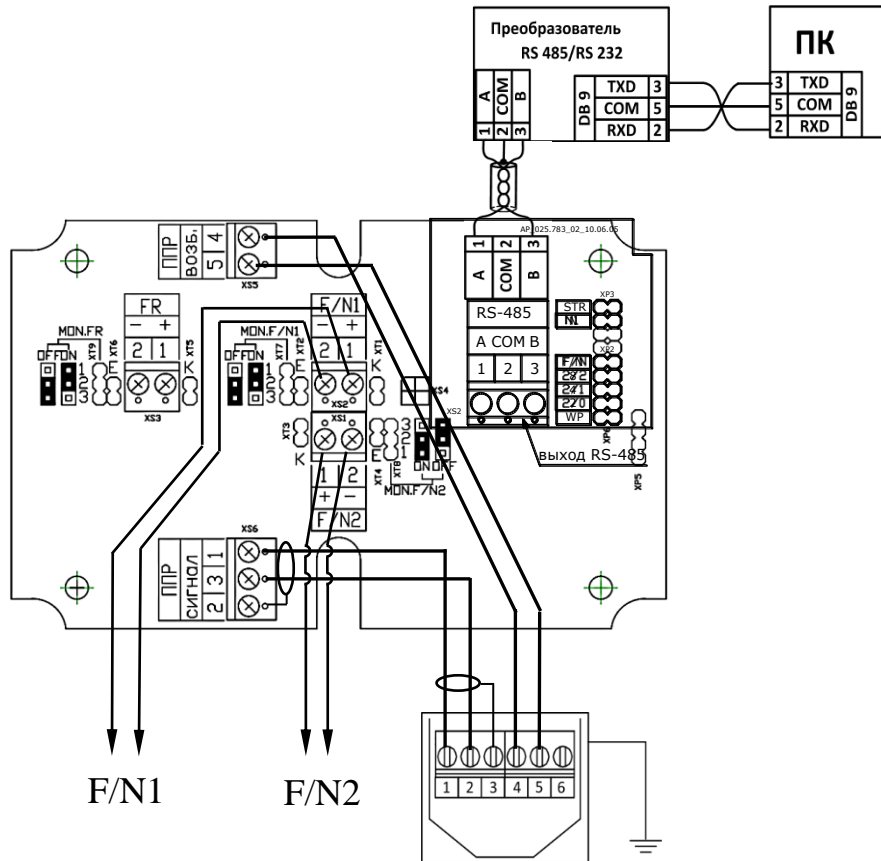

Рисунок 8.10 Схема подключения расходомера РСМ-05.07(ТЭСМАРТ) и РСМ-05.07(ТЭСМАРТ-А)
8.4.1 Для проведения монтажа линий связи необходимо отвернуть 4 винта на передней панели ПМ и снять переднюю панель. После этого освобождается доступ к разъемам и клеммникам для подсоединения внешних цепей (см. рисунок 8.10).
8.5.2 При считывании данных по интерфейсу RS-485 для подключения расходомера к ПК (Рис. 8.10) дополнительно требуется конвертер, преобразующий сигналы интерфейса RS-232C в RS-485 и обратно. Рекомендуемый конвертер – I-7520 с автоматически подстраиваемой скоростью и форматом. Для организации сети расходомеров на базе последовательного интерфейса RS-485 необходимо каждому прибору присвоить уникальный сетевой адрес.
Установка вида дискретного сигнала осуществляется путём установки/снятия джампера F/N (поле XP6 (XP2 – при наличии платы RS-485), см. рис. 8.10):
8.10.1 Для расходомеров установка сетевого адреса расходомера (только при наличии платы модуля RS-485) осуществляется путём установки/снятия джамперов **0, 2, 4** на плате **RS-485** (поле **XP2**, см. рисунок 8.10). «**ON**» соответствует установленному джамперу, «**OFF**» соответствует снятому джамперу.